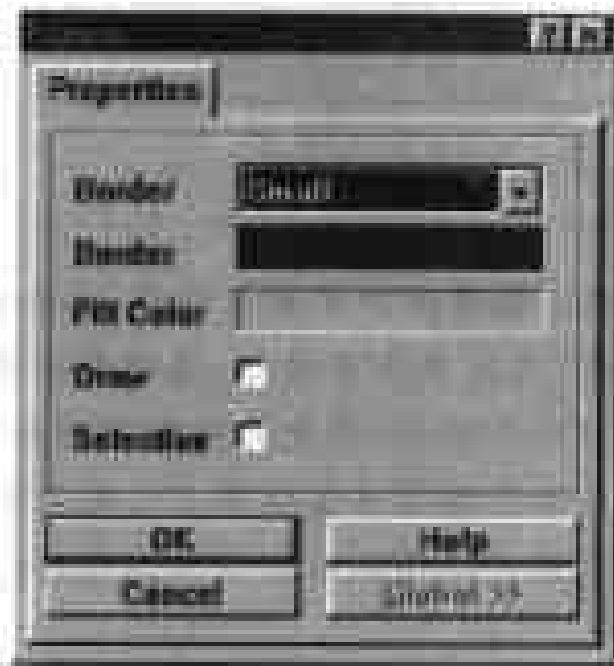
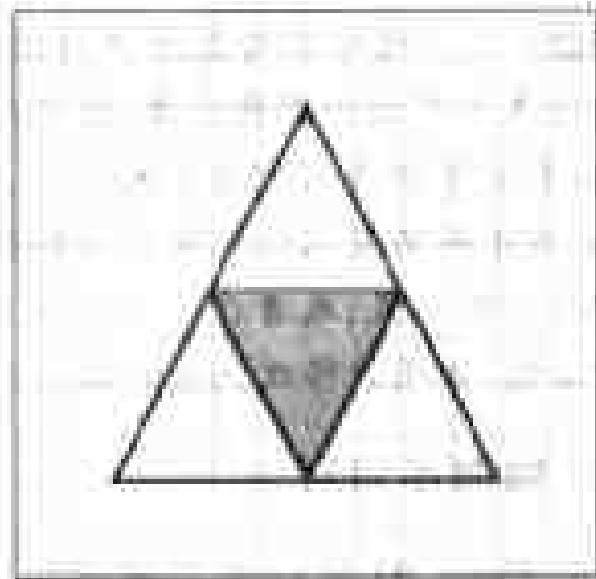

图 3-7 设置多边形属性的对话框
图 3-9 绘制实心三角形
(1) 在 Drawing Tools 工具栏中单击  按钮，选择绘制多边形的工具，此时鼠标箭头变为十字光标，按 Tab 键弹出如图 3-7 所示的对话框。
(2) 单击对话框上边第一个 Border 选项的下拉列表框，在弹出的下拉列表中选择 Small，设置多边形轮廓线的宽度。
(3) 单击对话框上边第二个 Border 选项的颜色框，弹出如图 3-5 所示的 Choose Color 对话框。在此对话框的 Basic colors 列表框中，用户可以设定多边形轮廓线的颜色，然后单击 OK 命令按钮，返回如图 3-7 的 Polygon 对话框。
(4) 在 Polygon 对话框中取消对 Draw Solid 复选框的选择，设置多边形为空心的，即不用任何颜色填充。
(5) 单击 Polygon 对话框底部的 OK 命令按钮，返回工作窗口。移动十字光标到图纸
(6) 在 Drawing Tools 工具栏中再次选择绘制多边形的工具,鼠标箭头变为十字光标,按 Tab 键弹出如图 3-7 所示的对话框。
(7) 在对话框中单击 Draw 复选框,令此工具绘制实心的多边形;单击 Fill Color 选项的颜色框,在弹出的 Choose Color 对话框中选择多边形的填充颜色。
(8) 保持对话框中其他选项的设置,单击 OK 命令按钮,返回工作窗口。在图纸中的适当位置分别单击鼠标,确定三角形的三个顶点,然后按两次 Esc 键,退出绘制多边形的工作状态,完成实心三角形的绘制,得到如图 3-9 所示的效果。
注意: 在图纸中单击多边形,就会在多边形的各个顶点显示出黑色的方块,表示多边形被选中;再次单击多边形,鼠标箭头就变成十字光标,而多边形就粘在十字光标上,随着光标的移动而移动,将光标移动到图纸的适当位置单击,即可将多边形移到图纸中的任何地方。在多边形顶点显示黑色方块的时候,如果用户拖动黑色方块,即可调整多边形的形状。如果用户在图纸中双击多边形,可弹出如图 3-7 所示的对话框,可以修改多边形的各个属性。